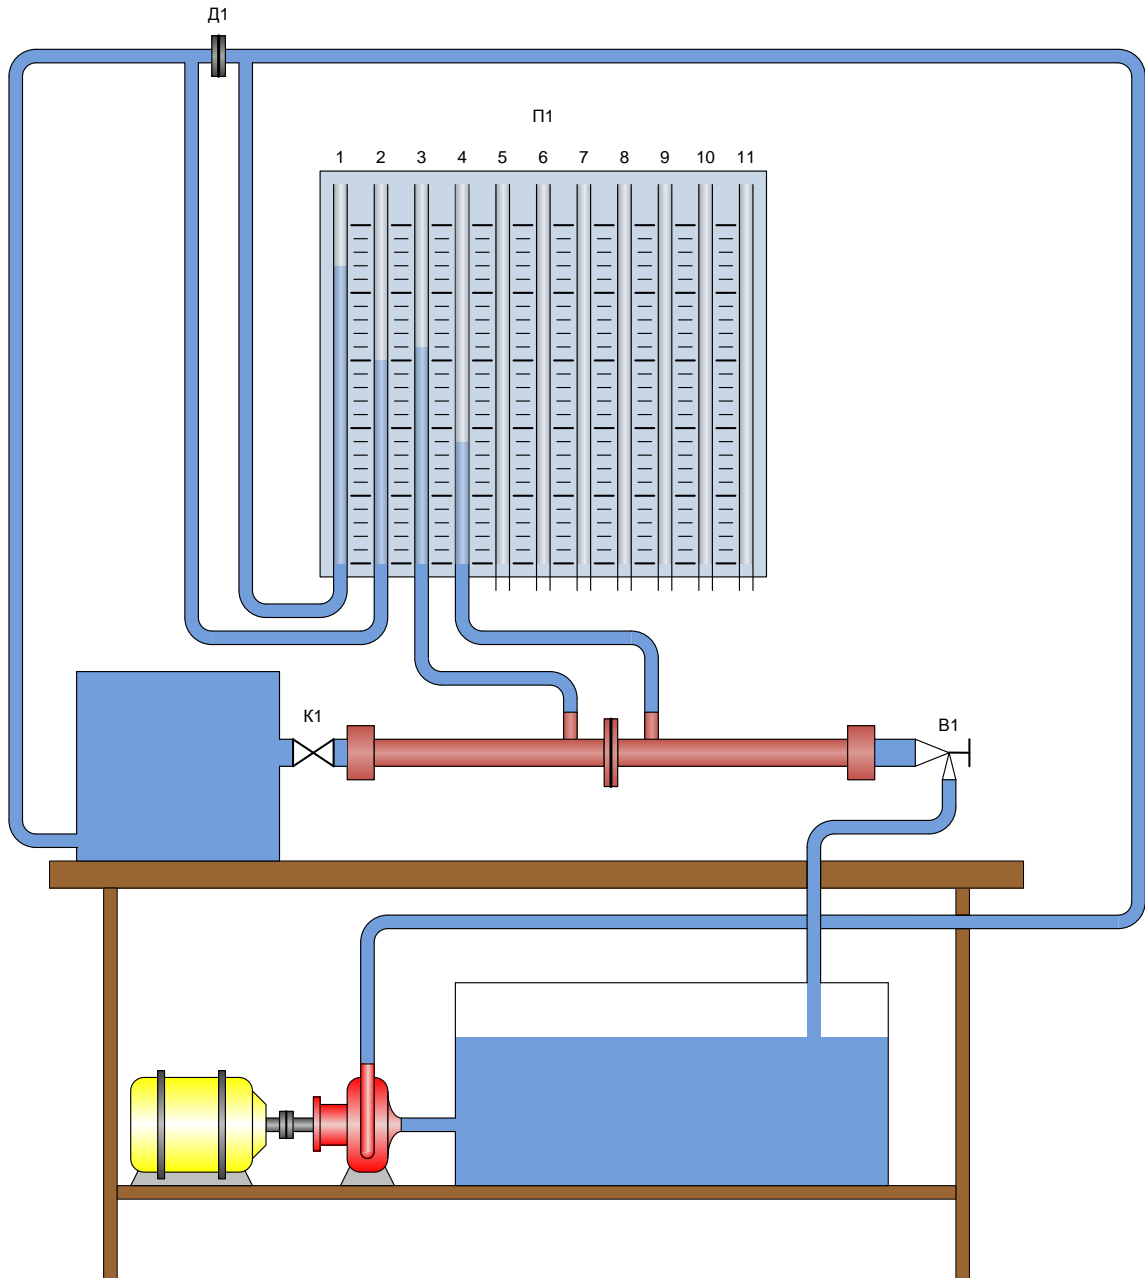

Рис. 1. Схема лабораторного стенда
1. Извлечь из ящика и установить модуль №2 «Потери напора на внезапное сужение» (кран К1 закрыт, насос выключен) – рис.1.